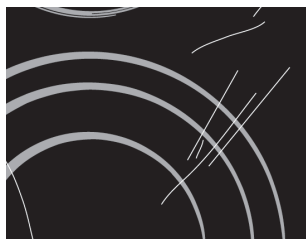

рис. 1
- **Каждый раз перед использованием** протирайте со стеклокерамической поверхности и дна посуды пыль и грязь, которые могут поцарапать поверхность (рис. 1).